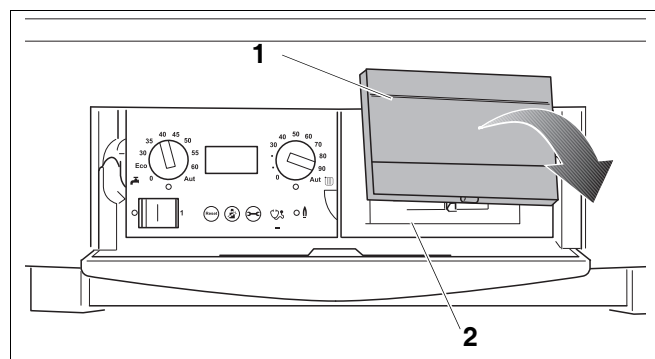

Fig. 30 Fjern dæklånden, og monter betjeningsenheden RC35 som udetemperaturstyret regulering i kedlen (kun ved udetemperaturstyret driftsform)
- Fjern dæklånden (fig. 30, pos. 1).
- Monter RC35 på stikpladsen (fig. 30, pos. 2).